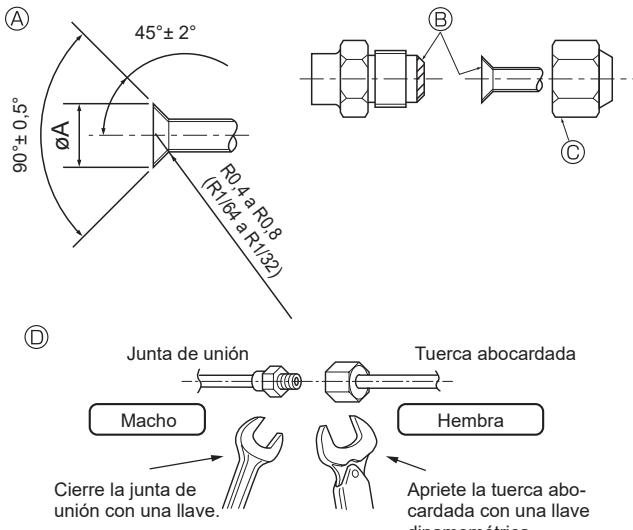

Fig. 4-1
4.2. Tubos de conexión (Fig. 4-1)
- Abocarde los extremos de las tubos de refrigerante. ④
- Aplique aceite refrigerante para máquinas sobre toda la superficie abocinada. ⑤
- Utilice las tuercas abocardadas como se indica. ⑥
- Utilice 2 llaves para apretar las conexiones de los tubos. ⑦
④ Torsión de apriete de la tuerca abocardada